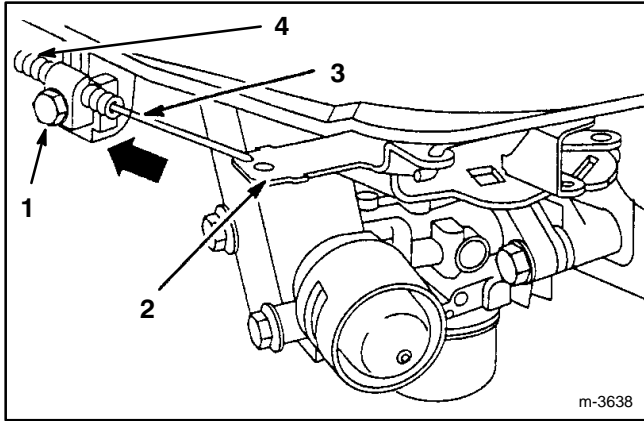

Figure 20
2. Desserrer la vis du serre-câble jusqu'à ce que le câble glisse librement (fig. 20).
3. Déplacer le levier de commande du régulateur, le câble d'accélérateur et sa gaine le plus loin possible dans le sens de la flèche (fig. 20).